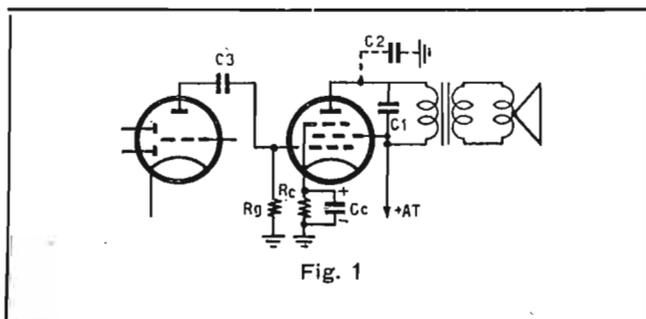

Fig. 1
- ★ Al condensatore CL di fig. 1, posto in parallelo al primario del trasformatore di uscita, in corto circuito. Staccandone uno dei due capi il ricevitore deve funzionare normalmente. Qualora si ignori il valore di tale condensatore esso può essere sostituito con altro avente una capacità compresa fra 3000 pF e 10000 pF.
- ★ Condensatore C2 di fig. 1 in corto circuito. In tal caso escludendo uno dei due capi dal circuito il ricevitore deve funzionare regolarmente. Si tratta di una anomalia che si verifica abbastanza di frequente.
- ★ Resistenza di polarizzazione catodica e relativo condensatore elettrolitico staccati (fig. 1, Rc e Cc).